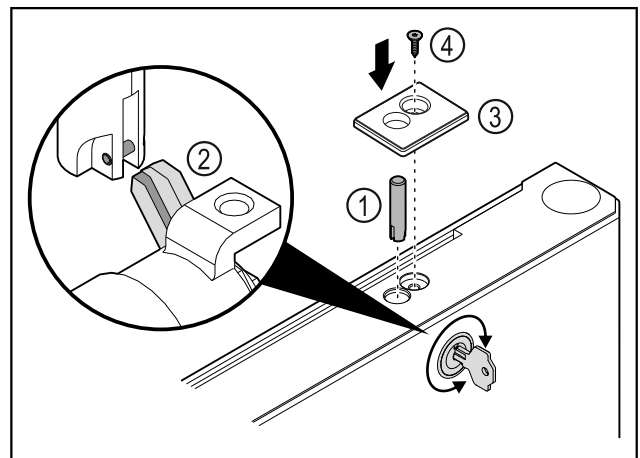

Fig. 41
- Τοποθετήστε τον πείρο της κλειδαριάς Fig. 41 (1).
- Περιστρέψτε ελαφρά την κλειδαριά, για να κουμπώσει ο πείρος της κλειδαριάς Fig. 41 (2) στη σχισμή της κλειδαριάς.
- Τοποθετήστε το κάλυμμα Fig. 41 (3).
- Τοποθετήστε τη βίδα Fig. 41 (4).